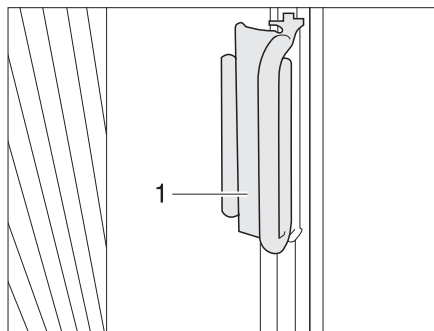

Fig. 11 Poignée du dispositif occultant plissé du pare-brise
- Pousser les dispositifs occultants plissés pour le pare-brise en dessous des recouvrements aux montants A avec les poignées (Fig. 11,1) et coincer la poignée sur le recouvrement. Le dispositif occultant plissé est bloqué.